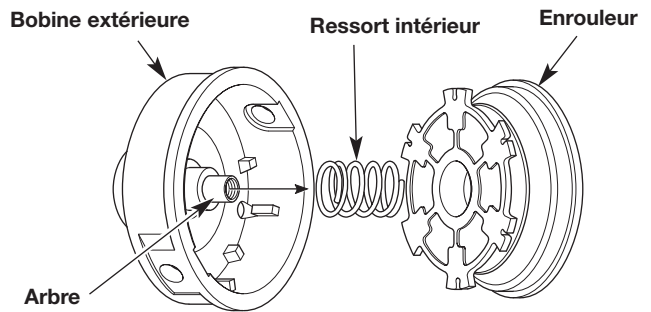

Fig. 14
3. Retirez l'enrouleur intérieur de la bobine extérieure (Fig. 14).
4. Retirez le ressort de l'enrouleur intérieur (Fig. 14).